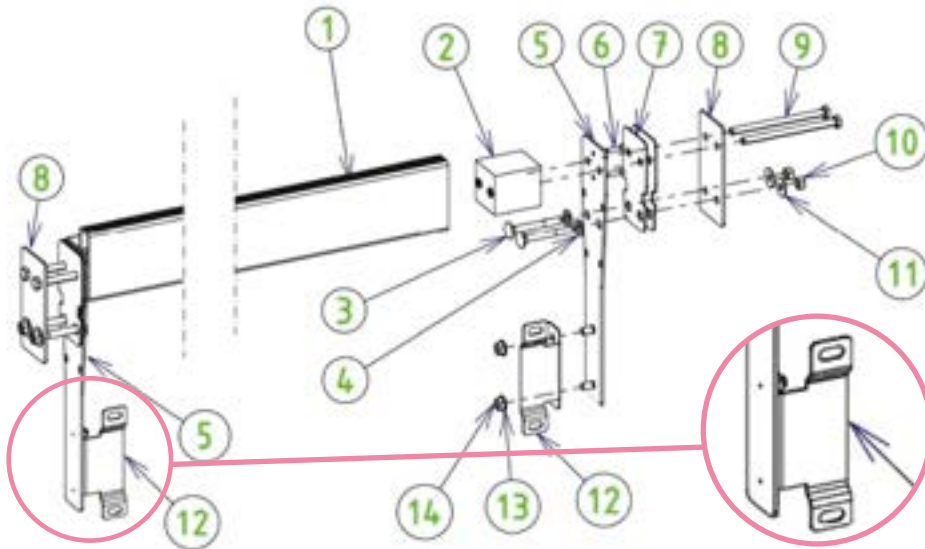

Figure 42 – Ensamblaje y montaje de la vigueta
Los pasos para montar la vigueta se ilustran en la *Figure 42*. Los tornillos necesarios para este montaje están en la bolsa Y. En esta figura, la pared de madera está ubicada entre las piezas 7 y 8, y el liner está ubicado entre las dos juntas de goma (7).
se ubican los orificios alargados sobre las escuadras (12) deben ubicarse en el mismo lado que la vigueta (ver zoom *Figure 42*).
Por último, fije la pared de separación sobre las escuadras (parte 12 de la *Figure 42*) mediante cuatro tornillos estufa (7) de 8 × 16, cuatro arandelas y cuatro tuercas de 8 mm de diámetro de acero inoxidable A4.